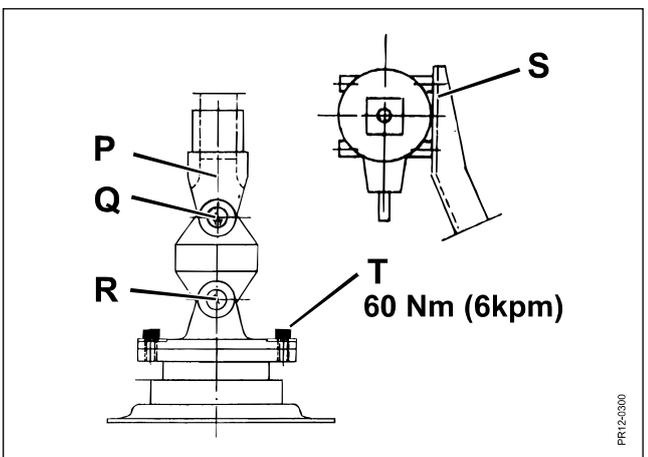

Fig. 5-17
- Fig. 5-17** Die Gelenkwelle **P** für den Mähbalken ist dauergeschmiert.